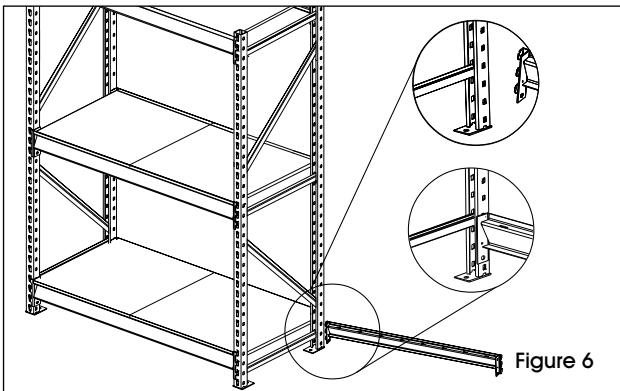

Figure 6
7. Fixez les traverses de soutien à l'unité de base en les accrochant dans les trous à l'avant et à l'arrière du montant de l'unité de base. (Voir Figure 6)